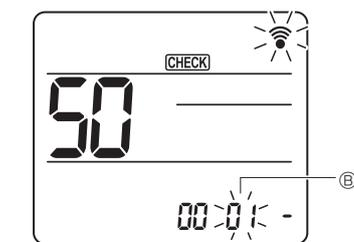

Fig. 6-18
- Prima o botão [B] para definir o número do modo B. (Fig. 6-18)